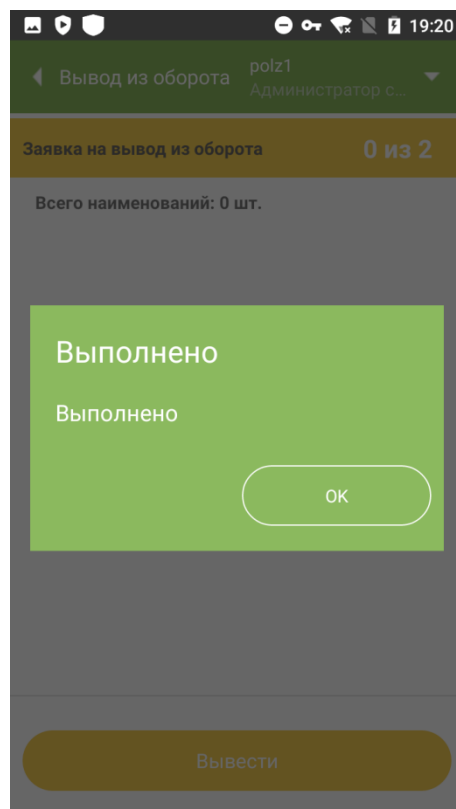

Рисунок 11.13
- 2.2.3.2. Для выполнения операции без дальнейшего сканирования нажать «Выполнить без сканирования». Операция будет выполнена на основании данных комплектации (п.7). Появится системное сообщение «Выполнено» (Рисунок 11.13).